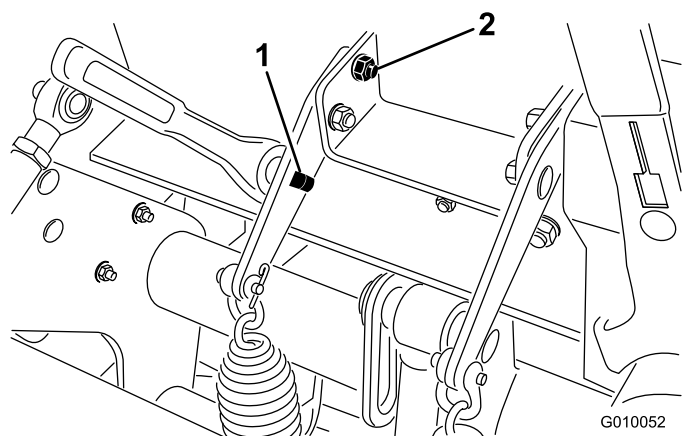

Figura 37
2. Insira uma lingueta de travação com 1/2 pol. ou uma alavanca no orifício quadrado na placa de molas (Figura 37).